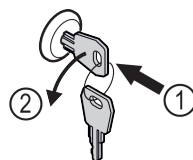

Fig. 179
- ▶ Вставьте ключ. *Fig. 179 (1)*
- ▶ Поверните ключ на 90° против часовой стрелки. *Fig. 179 (2)*